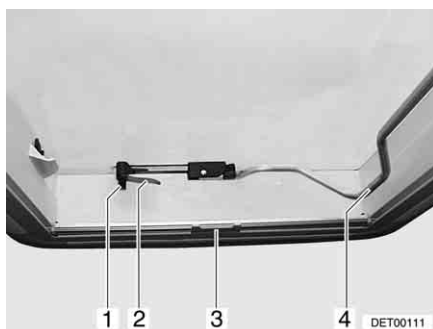
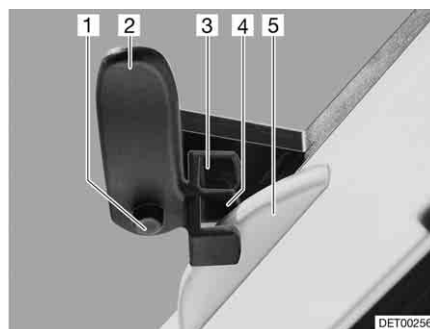

Fig. 58 Lanterneau Heki, fermé
Fig. 59 Lanterneau Heki en position de ventilation 1
Ouvrir : ■ Appuyer sur le bouton de sûreté (Fig. 58,1) et tourner d'un quart de tour vers l'intérieur le levier de verrouillage (Fig. 58,2).
■ Tirer l'étrier (Fig. 58,4) vers le bas, hors du dispositif de blocage.
Fermer : ■ Tirer l'étrier (Fig. 58,4) vers le bas, hors du dispositif de blocage.
■ Tourner le levier de verrouillage (Fig. 58,2 et Fig. 59,2) d'un quart de tour. Le nez du dispositif de verrouillage du toit (Fig. 59,5) doit s'enclencher dans la fourche de verrouillage (Fig. 59,3).
■ Enfoncer le bouton de sûreté (Fig. 59,1) et remettre le levier de verrouillage (Fig. 59,2) dans sa position initiale. Le nez du dispositif de verrouillage du toit (Fig. 59,5) doit s'enclencher dans la fourche de verrouillage (Fig. 59,4) inférieure.